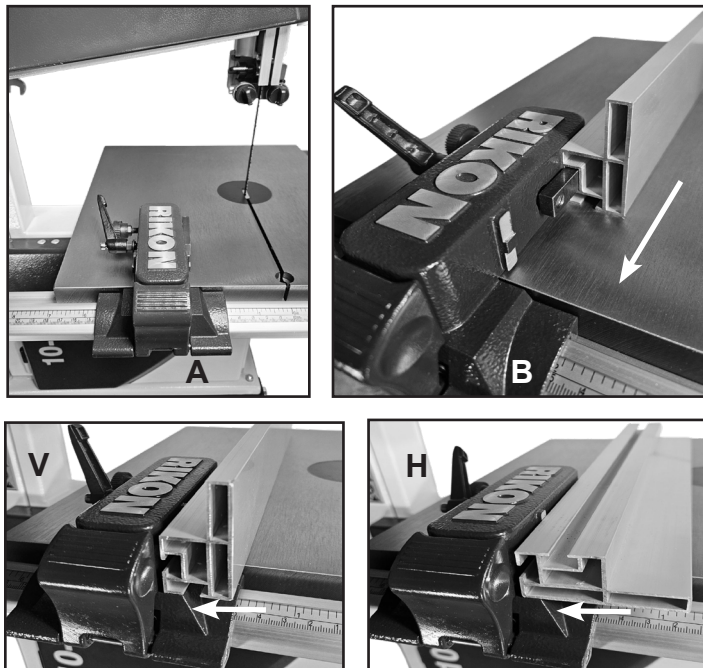

FIGURE 6
1. Installez l'ensemble du transporteur de clôture sur le rail de guidage de la clôture. La poignée à levier avant du transporteur (#101) doit être levée, puis relâchée, pour permettre au transporteur de s'adapter sur le haut du rail de guidage. Une fois en place, soulevez la poignée à levier avant du transporteur pour verrouiller le transporteur en position sur le rail de guidage. FIG. 6 A.
2. La clôture (#106) se fixe au porte-véhicule en la faisant glisser sur la barre en acier à verrouillage (#160). FIG. 6 B. Il y a deux fentes en 'T' dans la clôture dans lesquelles la barre s'insérera. FIG. 6 V et H.- La fente V est utilisée pour positionner la clôture verticalement.- La fente H est utilisée pour positionner la clôture horizontalement.